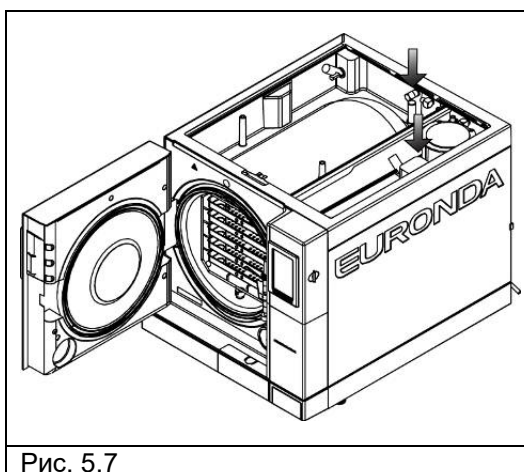

Рис. 5.7
6. Снять фильтры с обеих емкостей (см. рис. 5.7), промыть их водой и поставить на место, предварительно запомнив их первоначальное положение.